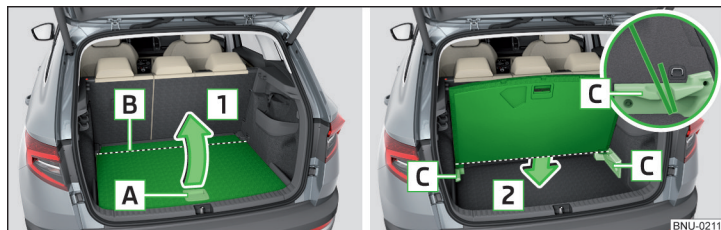

Fig. 147 Posición de estacionamiento del suelo de carga variable
- Levantar el suelo de carga variable por el tirador **A** en el sentido de la flecha **1**. El suelo de carga variable es doblado en el área **B** » fig. 147.